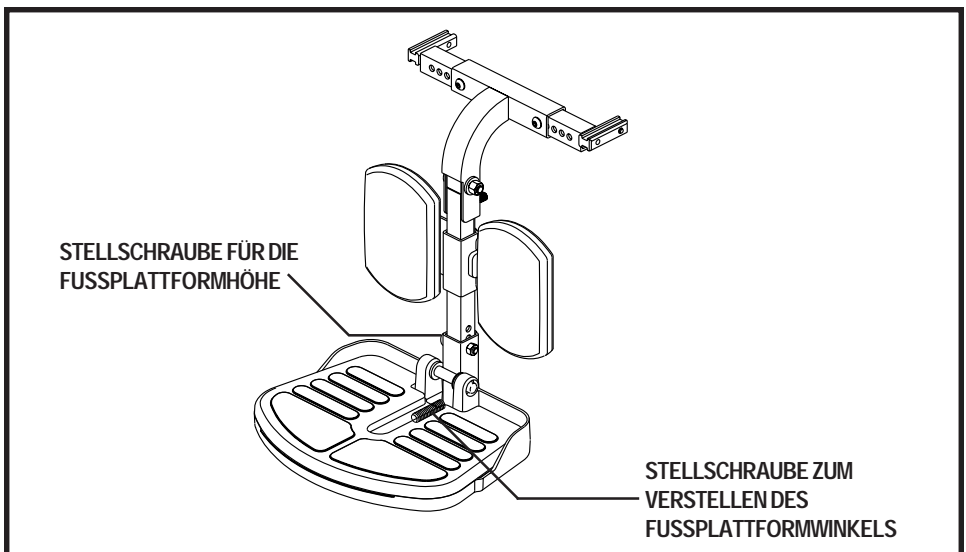

Abb. 8. Hoch angebrachte Fußplattform
1. Schwenken Sie die Fußstütze hoch, um an die Einstellschraube zu gelangen. Siehe Abbildung 8.
1. Die Stellschraube für die Fußplattformhöhe entfernen. Siehe Abbildung 8.